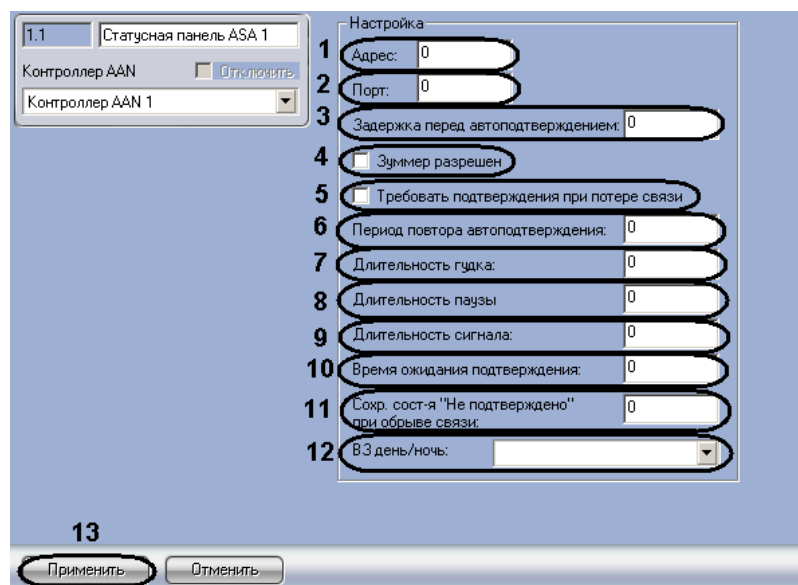

Рис. 3.4-6 Панель настроек объекта Статусная панель ASA
1. Перейти на панель настроек объекта **Статусная панель ASA** (Рис. 3.4-6).
2. Ввести в поле **Адрес**: уникальный адрес панели ASA (см. Рис. 3.4-6, 1).
3. Из раскрывающегося списка **Порт**: выбрать порт подключения панели ASA (см. Рис. 3.4-6, 2).
4. Ввести время в секундах до автоматического подтверждения тревоги на панели ASA в поле **Задержка перед автоподтверждением**: (см. Рис. 3.4-6, 3).
5. Установить флажок **Зуммер разрешен**, если необходимо включить сигнальное устройство панели ASA (см. Рис. 3.4-6, 4).
6. Если необходимо требовать подтверждение при потере связи панели ASA с контроллером, установить соответствующий флажок (см. Рис. 3.4-6, 5).
7. В поле **Период повтора автоподтверждения**: необходимо ввести время в секундах, определяющее задержку между автоматическими подтверждениями тревоги (см. Рис. 3.4-6, **6**).
8. В поле **Длительности гудка**: ввести время в секундах гудка сигнального устройства (см. Рис. 3.4-6, **7**).
9. В поле **Длительности паузы** ввести время в секундах, определяющее паузу между гудками сигнального устройства (см. Рис. 3.4-6, **8**).
10. В поле **Длительности сигнала**: ввести время в секундах сигнала зуммера (см. Рис. 3.4-6, **8**).
11. В поле **Время ожидания подтверждения** ввести время в секундах, определяющее временной интервал до подтверждения тревоги (см. Рис. 3.4-6, **10**).
12. В поле **Сохранение «Не подтверждено» при обрыве связи**: ввести время в секундах, определяющее временной интервал, в котором при потере связи будет сохраняться состояние **Не подтверждено** (см. Рис. 3.4-6, **11**).
13. Из раскрывающегося списка **В 3 день/ночь**: выбрать временную зону, которая будет определять день для панели ASA (см. Рис. 3.4-6, **12**).
14. Для сохранения изменений нажать кнопку **Применить** (см. Рис. 3.4-6, **13**).